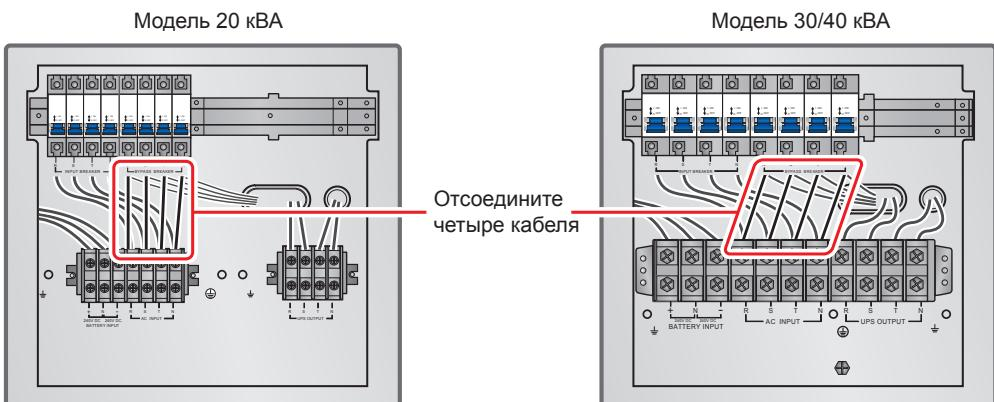

Рис. 6-7. Отключение четырёх кабелей, соединяющих блок зажимов сетевого входа с основным входным размыкателем
2. Или удалите четыре кабеля, соединяющие блок зажимов сетевого входа и входной размыкатель байпаса (см. *рис. 6-7*). Подключите кабели сети переменного тока R, S, T и N к входному размыкателю байпаса.